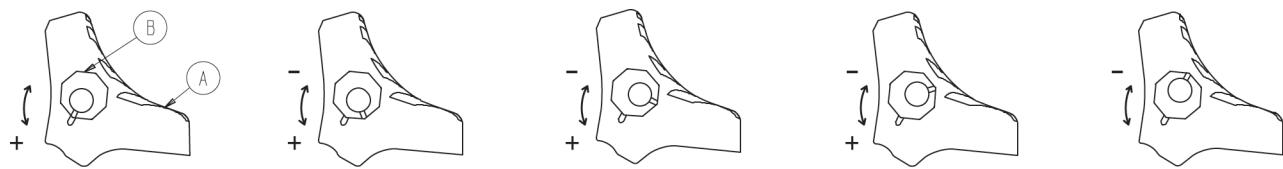

Figure 10 – Réglage de la force de verrouillage des roues
1. À l'aide d'une clé hexagonale de 5/32 po et d'une clé mixte de 7/16 po ou d'une douille, retirer la vis à tube du centre de la pédale de verrouillage. Conserver la vis. Le blocage de roue est initialement assemblé avec la pédale réglée sur la force de verrouillage minimale. Le repère sur la pédale (A) est aligné avec le repère sur la gaine octogonale (B) (Figure 10).
2. Retirer la gaine octogonale (B). Tourner la gaine octogonale dans le sens antihoraire pour augmenter la force de verrouillage de la pédale et dans le sens horaire pour la diminuer. Insérer la gaine octogonale dans la pédale.